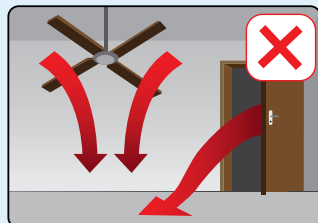

РИСУНОК 5
- Не устанавливайте устройство напротив воздушной струи кондиционеров, вентиляторов, а также прямо перед дверьми и окнами. (Рисунок 5)
Изделие не следует устанавливать с уклоном. Изделие следует устанавливать и запускать на ножках или колесиках (Рис. 5)